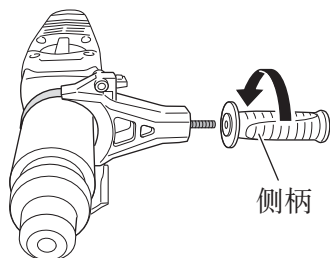

图 5
(4) 将夹箍调整到适合任务的位置，转动侧柄，拧紧夹箍。一定要把夹箍拧紧。（图 5）